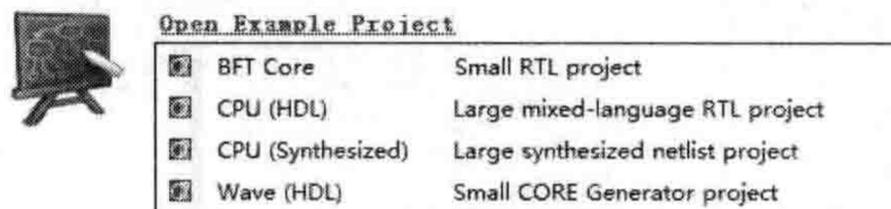

图 1.1.7 打开示例工程
(4) 打开示例工程 (Open Example Project) : PlanAhead 工具软件提供了 4 个示例工程, 单击该链接时页面显示如图 1.1.7 所示。